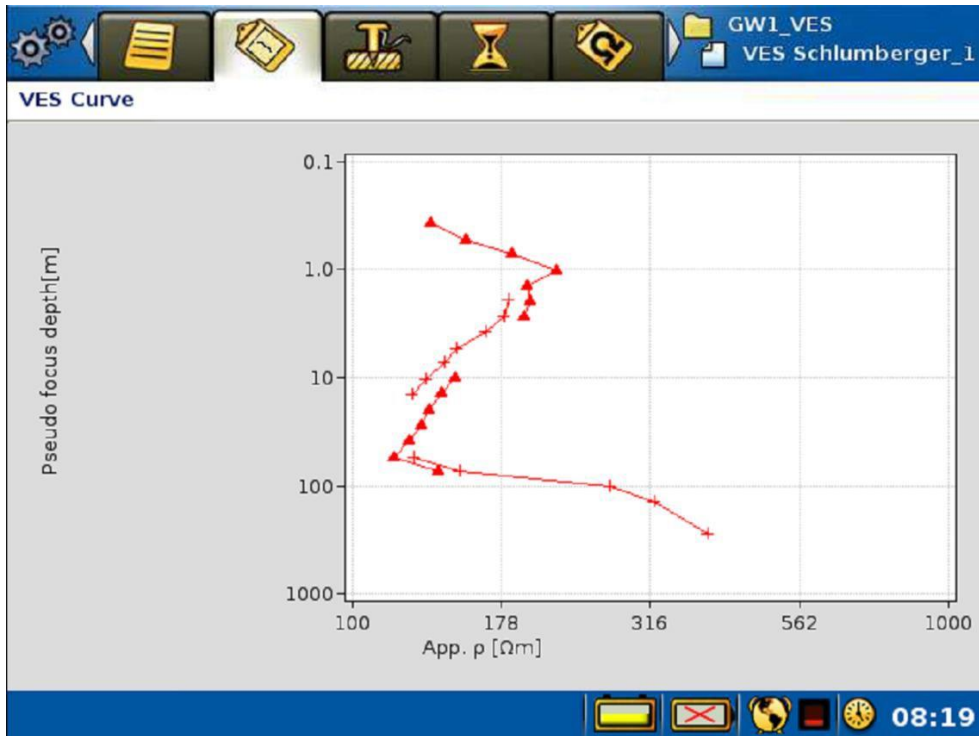

Figura 79 Ejemplo de página de curva VES
- La *página* "Medición/Curva VES" (Figura 79) muestra una curva de sondeo de las mediciones realizadas hasta el momento en la *tarea activa*.
En el modo VES se mostrará una curva de sondeo en un diagrama logarítmico doble en la página de *la curva VES* (Figura 79). La profundidad de enfoque (penetración de profundidad mediana) estará en el eje vertical y la resistividad aparente en el eje horizontal. El marcador de los puntos de datos individuales cambiará de forma cuando cambie el espaciado de MN.